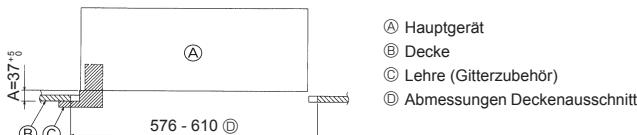

Fig. 2-6
3. Wenn sich das Hauptgerät nicht an den Montagelöchern in der Decke ausrichten lässt, kann es mit einem dafür vorgesehenen Schlitz in der Montageplatte angepasst werden. (Fig. 2-6)